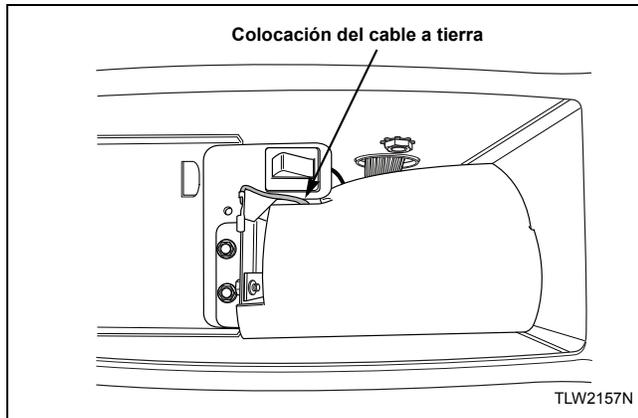

Figura 25
7. Antes de instalar la extensión y el deslizador de monedas asegúrese de que el cable a tierra esté metido debajo del escudo de control para tener suficiente espacio para el deslizador de monedas. Consulte la *Figura 25*.